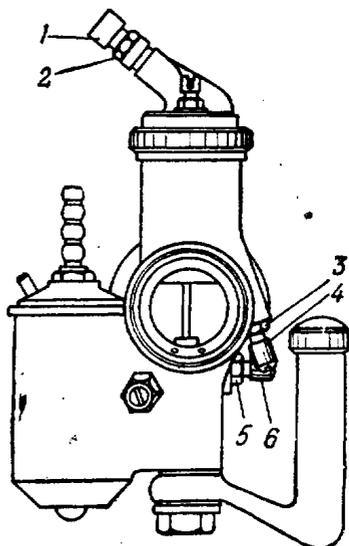

Рис. 15. Карбюратор мотоцикла М-72:
2. Сдвинуть защитный резиновый колпачок с направляющей 1 (рис. 15) троса управления дросселем.